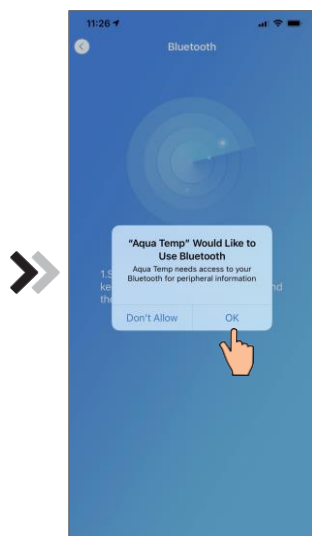

Fig.10 Permiteți permisiunea bluetooth
- 4 Faceți clic pe "OK" pentru a permite permisiunea bluetooth (Fig.10);